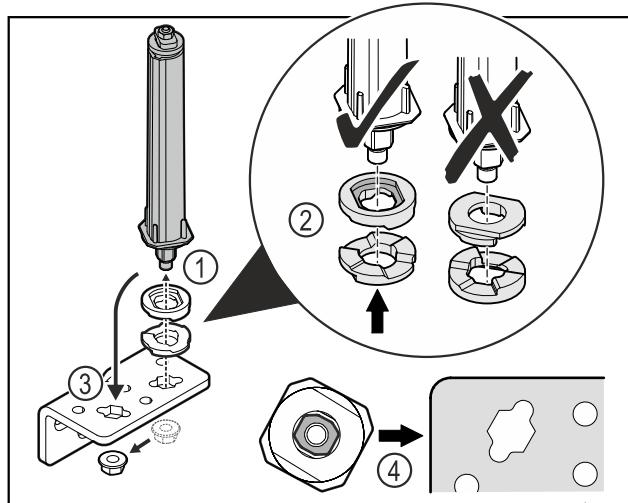

Fig. 16
- Mutter lösen und Türschließsystem entfernen Fig. 16 (1).
- Auf die korrekte Ausrichtung der Höhenverstellscheiben achten Fig. 16 (2).
- Türschließsystem im Scharnierwinkel umsetzen und mit der Mutter fixieren Fig. 16 (3).
- Beim Einsetzen auf die korrekte Ausrichtung des Türschließsystems achten Fig. 16 (4).